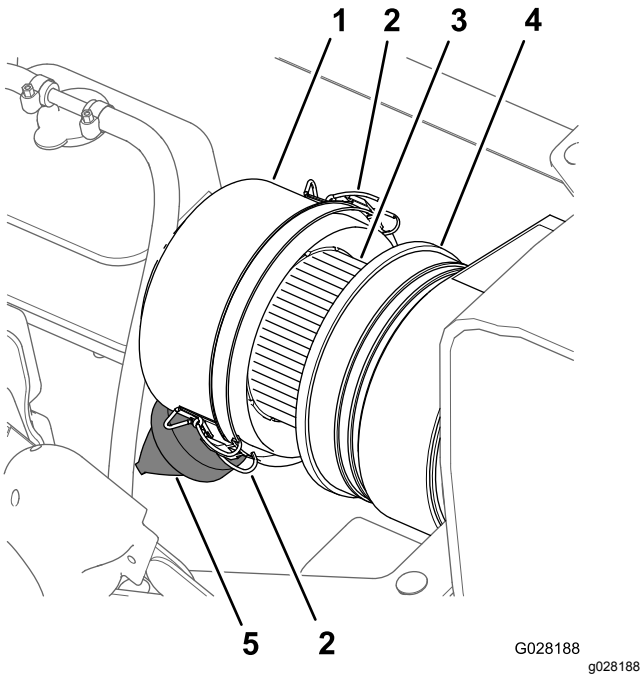
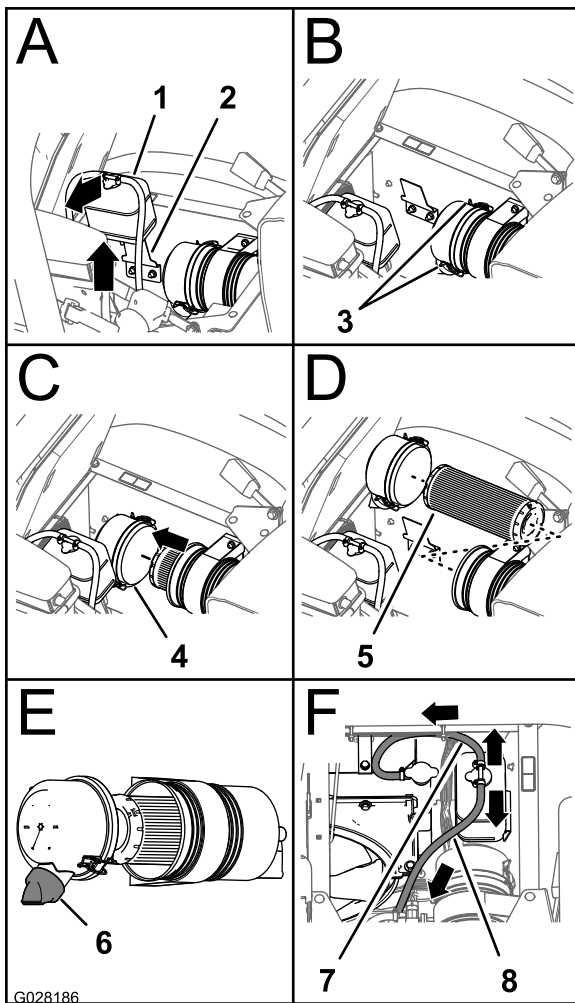

Figura 56
Figura 57
3. Limpie con un trapo el tapón guardapolvo y el cuerpo del limpiador de aire (Figura 56).
4. Inspeccione la carcasa del limpiador de aire por si hubiera daños, que podrían causar una fuga de aire (Figura 56).
5. Apriete la válvula de polvo para limpiarla de suciedad, polvo y residuos (Figura 56).
7. Compruebe si el elemento del filtro de aire tiene una acumulación excesiva de suciedad, polvo y residuos (Figura 56).
8. Instale el tapón guardapolvo en el cuerpo del limpiador de aire, y sujete el tapón con los 2 enganches (Figura 56).
2. Limpie con un trapo el tapón guardapolvo y el cuerpo del limpiador de aire (Figura 56).
3. Levante el depósito de expansión del refrigerante y retírelo del soporte del depósito (Figura 57).
- Abra los 2 enganches que sujetan el tapón guardapolvo a la carcasa del limpiador de aire (Figura 57).
- Limpie el interior del tapón guardapolvo, la carcasa del limpiador de aire y la válvula de polvo con un trapo húmedo (Figura 56 y Figura 57).
- Instale el elemento del filtro de aire en la carcasa del limpiador de aire (Figura 57).
- Instale la tapa sobre el cuerpo del limpiador de aire y sujétela con los 2 enganches (Figura 57).
**Nota:** Asegúrese de que la válvula de polvo está en una posición entre las 5 y las 7, vista desde el extremo (Figura 57).
- Alinee el depósito de expansión del refrigerante con el soporte del depósito y coloque el depósito firmemente (Figura 57).
**Importante:** Asegúrese de que la manguera de alivio de presión está enrutada hacia delante y hacia abajo, y que la manguera de ventilación está enrutada hacia atrás, según se muestra en Figura 57.